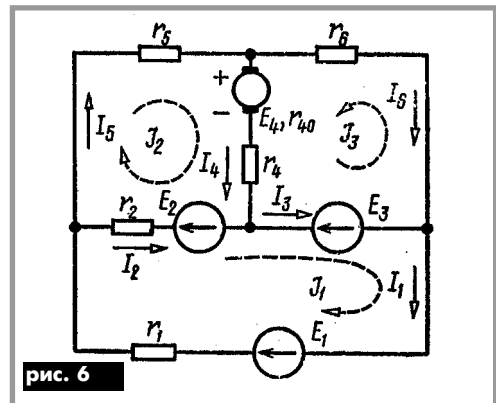

рис. 6
7. Методом контурных токов найти токи в цепи, схема которой изображена на рис.6. Даны:  $E_1 = 100 \text{ В}$ ,  $E_2 = 30 \text{ В}$ ,  $E_3 = 10 \text{ В}$ ,  $E_4 = 6 \text{ В}$ ,  $r_1 = 10 \text{ Ом}$ ,  $r_2 = 10 \text{ Ом}$ ,  $r_4 = 6 \text{ Ом}$ ,  $r_5 = 5 \text{ Ом}$ ,  $r_6 = 15 \text{ Ом}$ ,  $r_{40} = 1 \text{ Ом}$ .